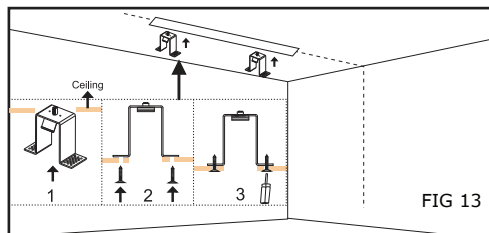

FIG 13
3. Insert the recessed accessories into the measuring position on the back of the open ceiling. Fix the fittings with self-tapping screws and check whether the fittings are installed correctly. Ensure the track is firmly installed (Fig 13).
3. Insérez les accessoires à encastrer dans la position de mesure à l'arrière du plafond ouvert. Fixez les raccords à l'aide des vis autotaraudeuses et vérifiez s'ils sont correctement installés. Assurez-vous que le rail est bien fixé (réf. Fig 13).